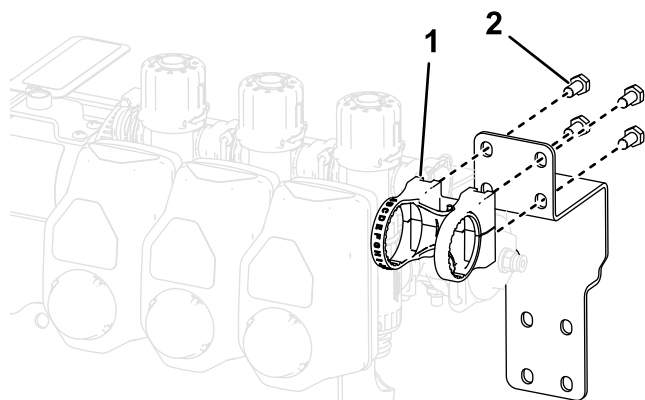

図 21
6. 図 21に示すように、コントロールバルブアセンブリをコントロールバルブブラケットにネジM64本で取り付ける。